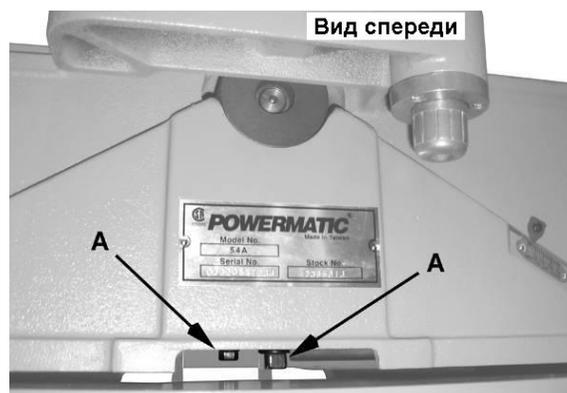

Рисунок 47
6. С помощью шестигранного ключа на 8 мм ослабьте два винта под кронштейном упора (E), которые крепят кронштейн к столу (F). Снимите кронштейн упора и отложите в сторону.
7. Выкрутите четыре винта и шайбы (A), которые крепят кожух шкива (B). Снимите кожух шкива.
8. С помощью ключа на 14 мм выкрутите два винта (A, рисунок 47) и стопорные шайбы, которые крепят корпуса подшипников строгального вала к основанию.